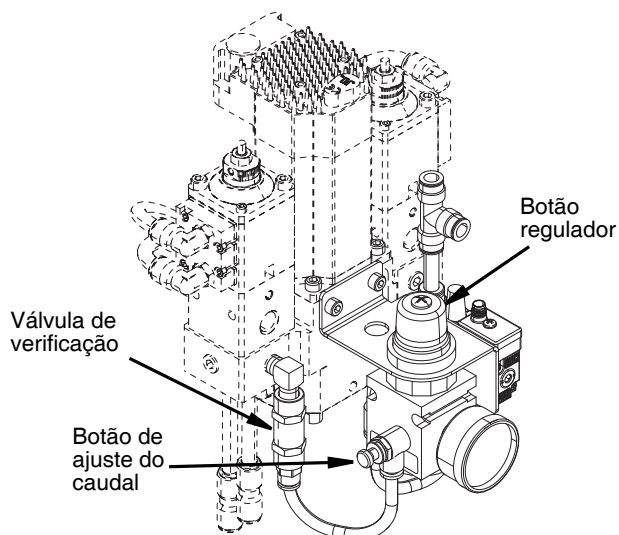

FIG. 17
2. Ajuste o caudal rodando o botão de ajuste do caudal no sentido dos ponteiros do relógio para aumentar o caudal ou no sentido contrário ao dos ponteiros do relógio para diminuir o caudal. Consulte a FIG. 17.